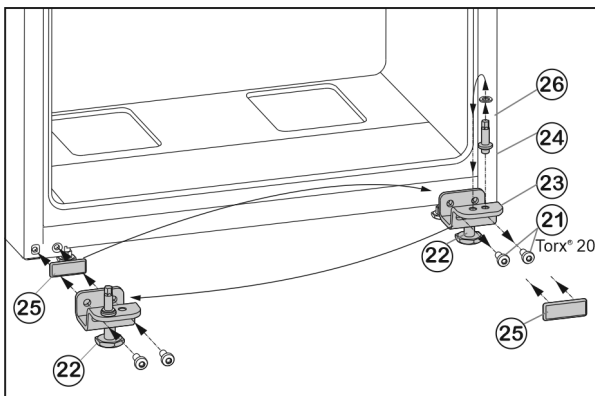

Fig. 7
- ▶ Odvijte pričvršne vijke Fig. 7 (21).
- ▶ Skinite cijeli podložak ležaja dolje Fig. 7 (23) zajedno sa svornjakom ležaja Fig. 7 (24), pločicom Fig. 7 (26) i podesivom nožicom Fig. 7 (22).
- ▶ Potpuno odvijte svornjak ležaja Fig. 7 (24) zajedno s pločicom Fig. 7 (26), premjestite ga u suprotnu prihvatnu rupu podloška ležaja i ponovo zavijte.
- ▶ Pažljivo skinite poklopac Fig. 7 (25) i premjestite ga na drugu stranu.
- ▶ Cijeli podložak ležaja dolje Fig. 7 (23) zajedno sa svornjakom ležaja Fig. 7 (24), pločicom Fig. 7 (26) i podesivom nožicom Fig. 7 (22) ponovno pričvrstite na novoj strani šarke, po potrebi uz pomoć odvijača na baterije (s 4 Nm).
- ▶ Stavite donja vrata odozgo na svornjak ležišta Fig. 7 (24).
- ▶ Odvijte podesivu nožicu Fig. 7 (22) napodlošku ležaja dolje Fig. 7 (23) tako da se podupre o pod.